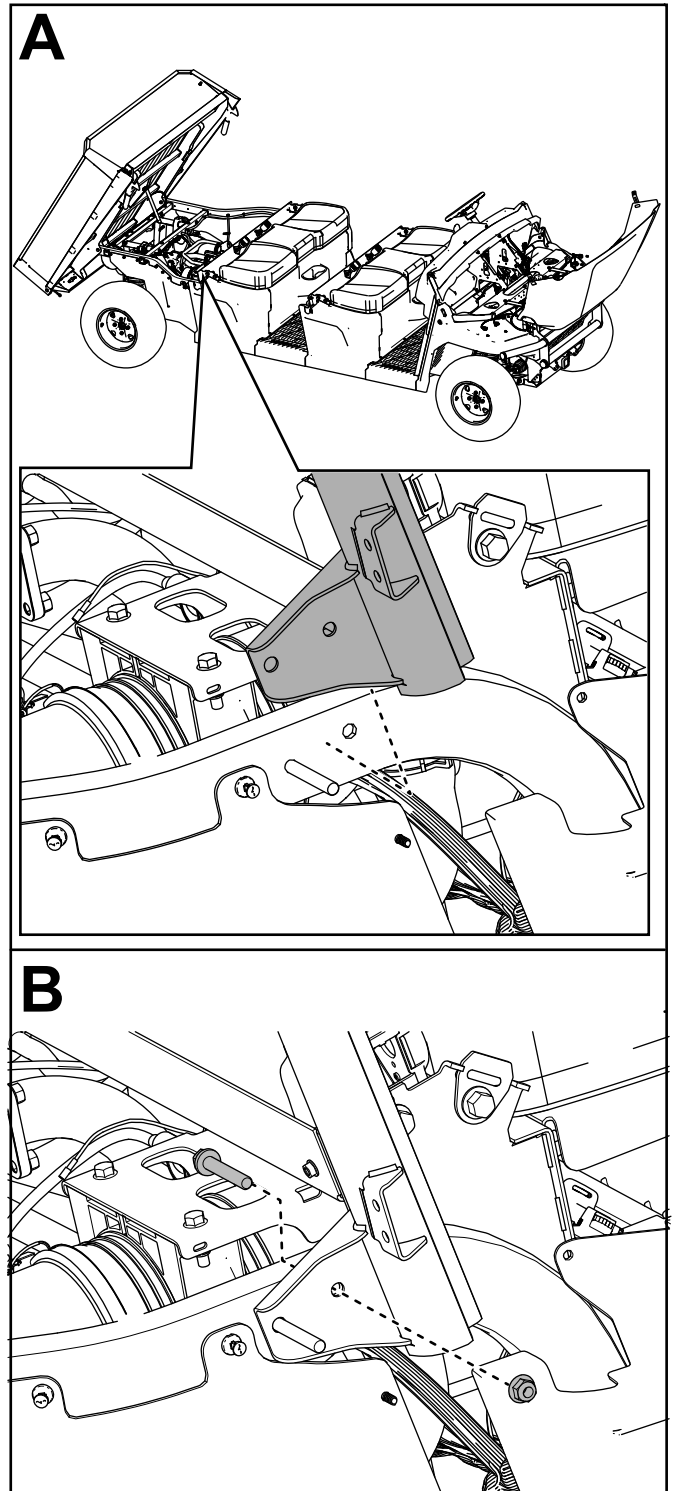

**Figure 41**
5. Retirez le contre-écrou (3/8 po) et la goupille de verrouillage des tubes arrière droit et gauche du cadre (Figure 41).